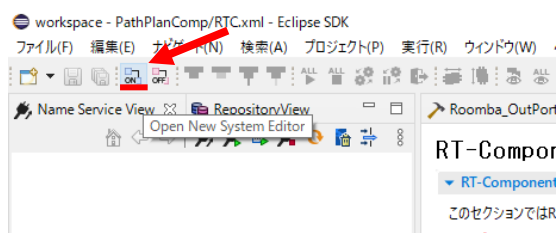

図 29 [ツールバー]内の[Open New System Editor]の場所
- ⑤ 図 29 のように[ツールバー]の中から、[Open New System Editor]をクリック。